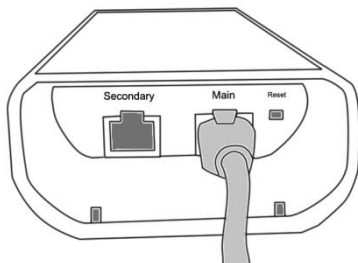

图 1-5 网线接 AT-5150 的 Main 接口
1. 将网线一端接至 AT-5150 的 Main 口, 如图 1-5 所示。